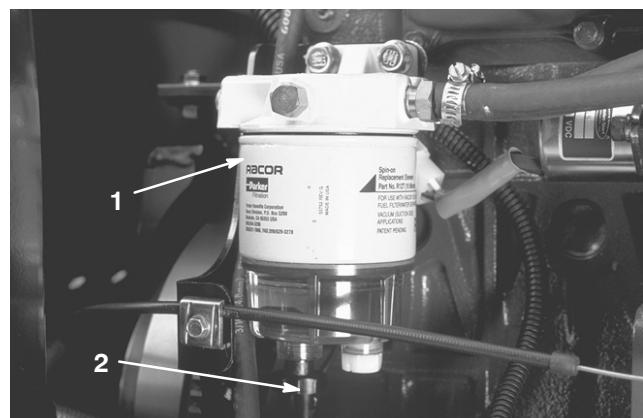

Figure 42
Vidangez chaque jour l'eau ou autres impuretés qui se trouvent dans le séparateur d'eau (Fig. 42).
2. Dévissez le bouchon de vidange en bas de la cartouche du filtre (Fig. 42). Revissez le bouchon quand la vidange est terminée.